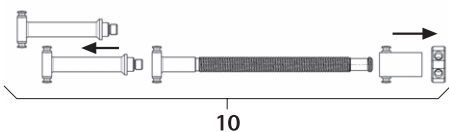

Fig. 6
- Démontez le distracteur à broche **10**, voir Fig. 6.